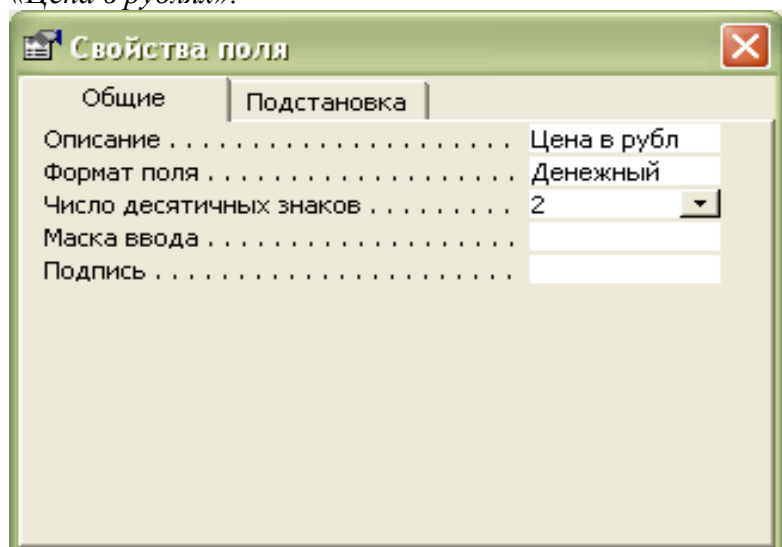

Рис. 5.10. Диалоговое окно Свойство поля
- В открывшемся диалоговом окне «Свойства поля» (рис. 5.10) введите: В поле «Описание» текст, содержащий описание объекта, выводящегося в окне базы данных, а также описание отдельных полей таблицы или запроса. В вашем случае - это может быть текст: «Цена в рублях».